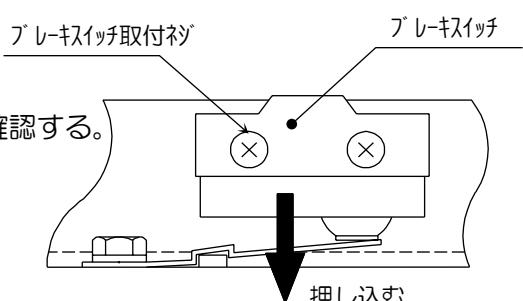

図9 ブレーキスイッチ調整
③強制開放ボルト(17)、開放プレート(18)を取り付け、強制開放ボルト(17)を締め込む。
④ブレーキスイッチ取付ネジを緩める。(図9参照)
⑤ブレーキスイッチをゆっくり押しこむ。
⑥強制開放ボルト(17)を緩める。
⑦アーマチュア(1)とフィールド(2)の間に0.12tの隙間ゲージを挿入する。
- ・②と同じ要領で実施する。
⑧強制開放ボルト(17)を締め込む。
- ・③と同じ要領で実施する。
⑨ブレーキスイッチが動作していることを確認する。